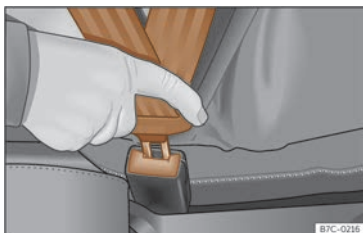

Fig. 18 Introduceți limba centurii de siguranță în catarama acesteia.
- Introduceți catarama centurii în catarama scaunului corespunzător >>> **fig. 18**.